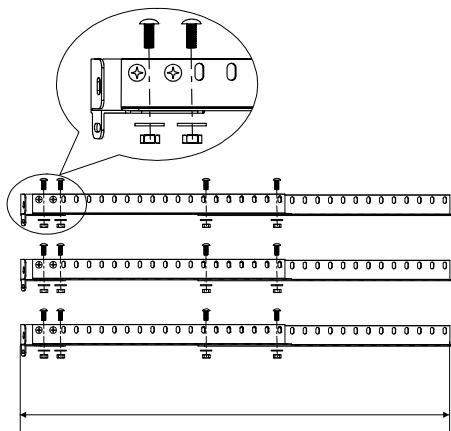

Рис. 3
- Рассчитайте длину уголков в соответствии с рис. 1. Прикрепите уголки к кронштейнам с помощью 18шт винтов M4X10, гаек M4 и шайб. (нахлест между уголками и кронштейном должен быть не менее 100 мм) См. рис. 3